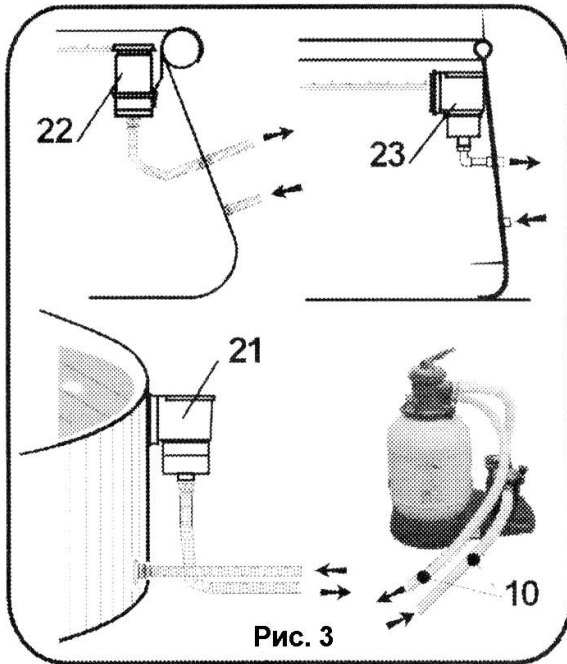

Рис. 3
5.4.1 Модель с настенным скиммером для бассейнов Dream Pool (рис. 3, поз. 21) и Jet Pool (рис. 3, поз. 23)
5.4.2 Модель с отдельным скиммером для бассейнов Magic Pool (рис. 3, поз. 22)
5.5.2 Модель с настенным скиммером для бассейнов Dream Pool (рис. 3, поз. 21) и Jet Pool (рис. 3, поз. 23)
5.5.3 Модель с отдельным скиммером для бассейнов Magic (рис. 3, поз. 22)